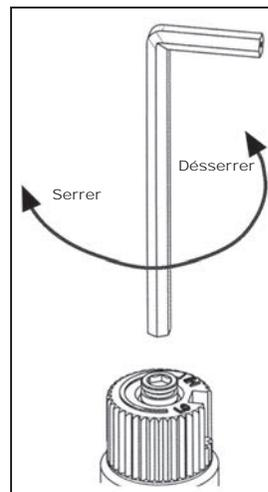

Figure 12: Retrait de la vis de soupape.
- b) Insérez une clé Allen  $5/32''$  ou 4 mm dans la rainure hexagonale de la vis (voir Figure 12), tournez-la dans le sens inverse des aiguilles d'une montre jusqu'à ce qu'elle soit libre et extrayez-la.
- e) À l'aide de la clé Allen comme illustré à la Figure 12, tournez la vis dans le sens des aiguilles d'une montre jusqu'à ce qu'un couple de 9 pouces lbs. **AVERTISSEMENT!** Ne serrez pas trop la vis. Il est recommandé de saisir la clé par le côté court.